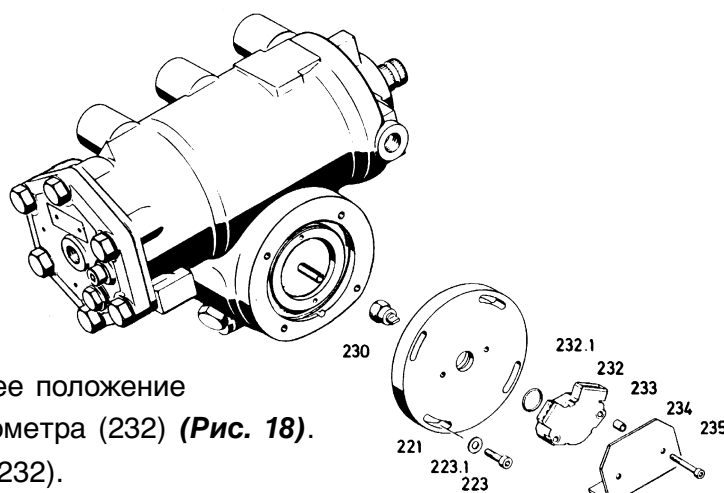

Рис. 18
Очистить поверхность около потенциометра (232) (**Рис. 18**).